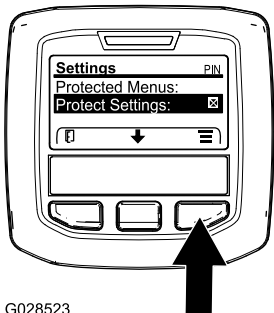

Figura 16
- Desde el MENÚ PRINCIPAL, use el botón central para desplazarse hacia abajo hasta el menú AJUSTES y pulse el botón derecho (Figura 16).